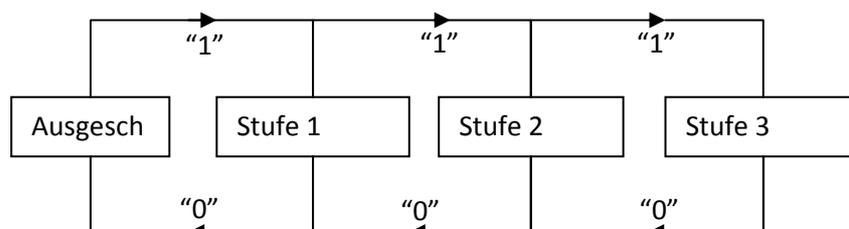
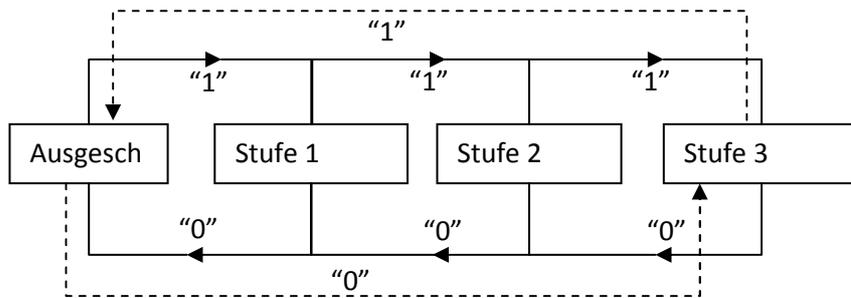

Bild 2.1 Nicht rotative manuelle, Schrittweise Steuerung
Bild 2.2 Rotative, manuelle, Schrittweise Steuerung
- **Schrittweise Steuerung:** die Lüftergeschwindigkeit wird kontrolliert durch das 1-bit Kommunikationsobjekt "Lüfter: Schrittw. Steuerung", mit "1" wird die Stufe erhöht und mit "0" reduziert. Diese Steuerung kann nicht rotativ (Bild 2.1) oder rotativ (Bild 2.2) sein.
Individuelle Steuerung: Wird diese Steuerungsmethode gewählt, so erscheinen automatisch 8 Kommunikationsobjekte vom Typ 1 bit. Die ersten 4 Objekte sind mit je einer Stufe des Lüfters verknüpft: "Lüfter: Stufe x" (x 0, 1, 2 oder 3), und aktivieren die betreffende Lüfterstufe nur bei Empfang einer "1". Bei Empfang einer "0" wird keinerlei Aktion ausgeführt (siehe Bild 2.1). Die nächsten 4 Objekte, "Lüfter: Stufe x (Status)", welche zur Information über den Zustand des Lüfters dienen. Nur das Kommunikationsobjekt der aktiven Lüfterstufe weist den Wert "1" auf, alle anderen Objekte haben den Wert "0".